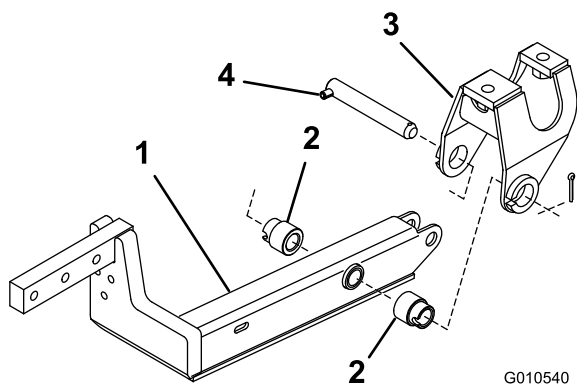

Figure 2
4. Installez un bras de relevage sur le support de pivot à l'aide de 2 entretoises, d'un axe de pivot et d'une goupille fendue (5/32 x 1-3/4"). Installez le bras de relevage avec le coude placé vers l'extérieur (Figure 2).